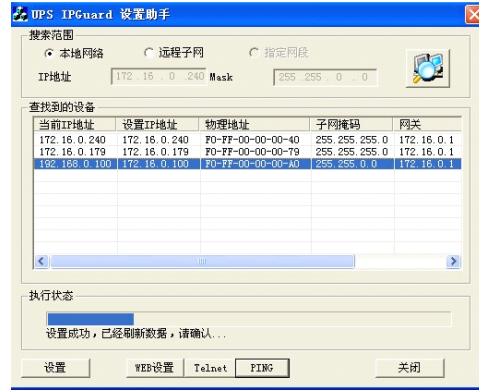

图 7
⑥ 如图 7，待设备重启后，新设置的 IP 即可生效。重新搜索显示新的 IP 地址。